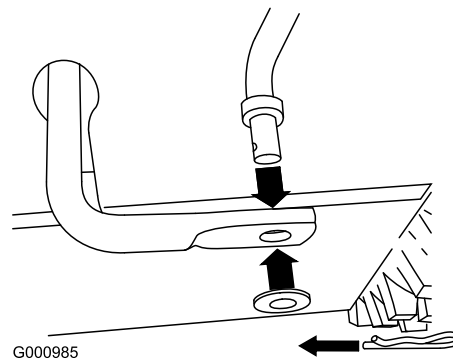

Figure 11
1. Retirez la goupille fendue et la rondelle à l'extrémité inférieure de la tige de commande de vitesse et insérez l'extrémité dans le bras de liaison inférieur de sorte que l'extrémité courbe de la tige de commande de vitesse soit dirigée vers l'arrière (Figure 11).